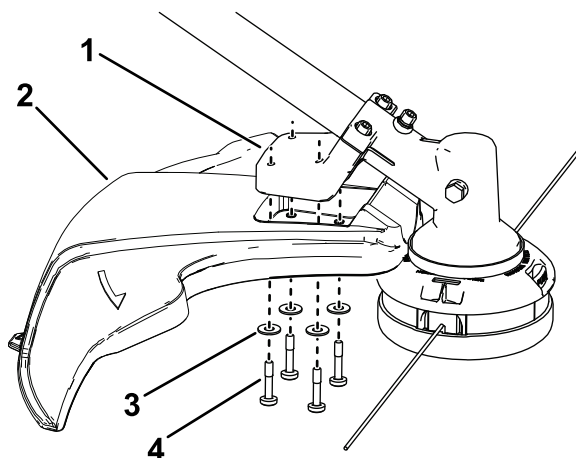

Figure 6
1. Placez le déflecteur de la débroussailleuse sous le support, comme montré à la Figure 6.
2. Fixez le déflecteur sur la débroussailleuse à l'aide des 4 rondelles et des 4 boulons, comme montré à la Figure 6.